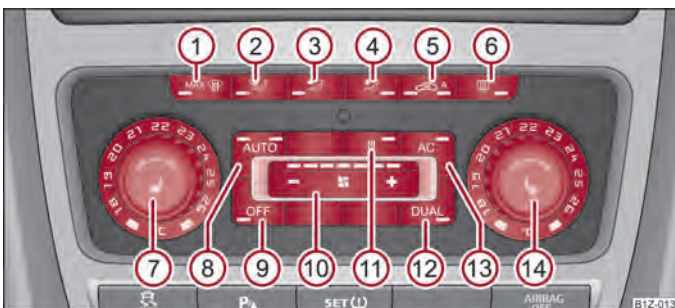

Fig. 95 Climatronic: Elementele de comandă
- Apăsăți tasta (AUTO) ⇒ fig. 95.
- Apăsați tasta (AC) ⇒ fig. 95. Lampa de control din tastă se va aprinde.
- Apăsând încă o dată pe comutatorul (AC) instalația de răcire se va opri. Lampa de control din tastă se stinge. Activă rămâne numai funcția de ventilare, cu care nu se pot atinge temperaturi mai scăzute decât temperatura exterioră.
- După punerea contactului, puteți regla aceeași temperatură pe ambele părți, de la regulatorul rotativ ⑦ ⇒ fig. 95.
- Când doriți să reglați temperatura numai pentru partea dreaptă, rotiți regulatorul rotativ ⑭. Lampa de control din tasta (DUAL) se aprinde, se indică faptul că se pot regla temperaturi diferite pe partea stângă și dreaptă.
- Când parbrizul s-a aburit, apăsați tasta  ① → fig. 95. După ce parbrizul s-a dezaburit, apăsați tasta **AUTO**.
- Apăsăți tasta  ⇒ fig. 95.